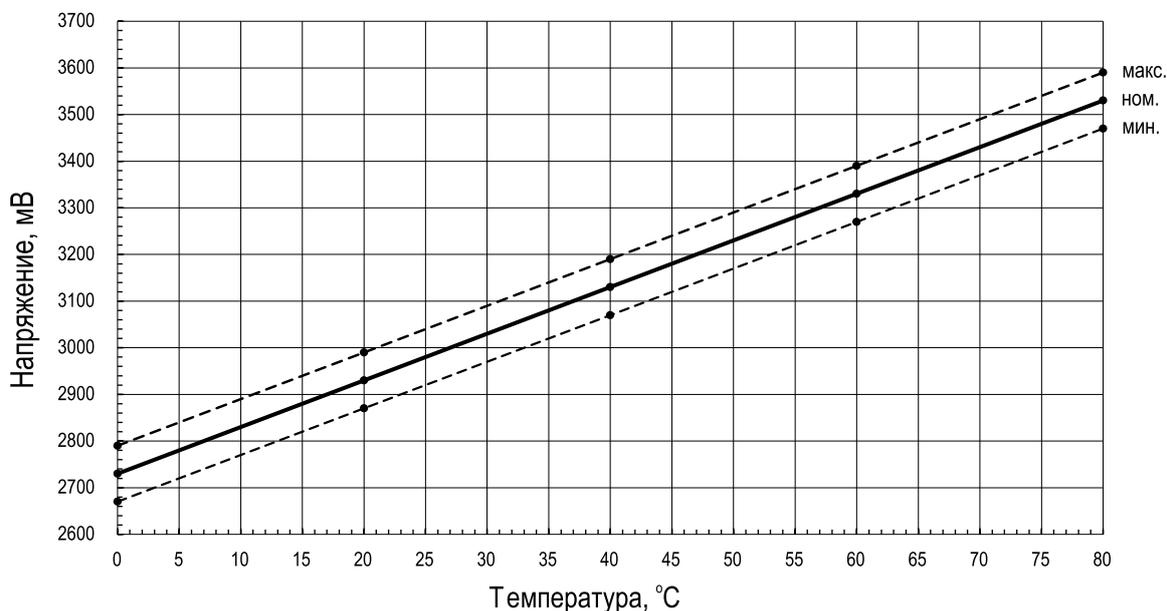

Рис.3 Напряжение на датчике в зависимости от температуры
4.1.1. Датчики температуры можно проверить путем измерения напряжения на них, зависящего от температуры окружающей среды (см. Рис.3).